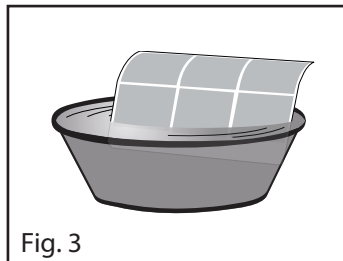

Fig. 3
Utilize um aspirador para absorver o pó no filtro. Se o filtro estiver muito sujo, limpe-o com água morna e detergente neutro (Fig. 3). Após a limpeza, deixe secar à temperatura ambiente até que todas as suas partes estejam bem secas.
Volte a colocar o filtro nos cliques corretamente até ouvir um clique, tal como na Fig. 3, e verifique se o filtro está bem fixado. Em seguida, monte o painel frontal (11) pela ordem inversa.